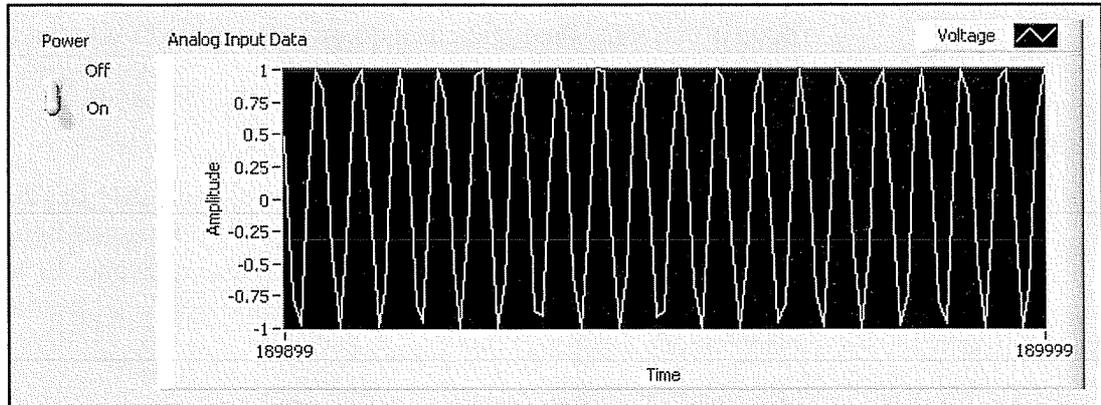

Figura 8-8. Panel frontal del VI Triggered Analog Input
En los siguientes pasos, cree el panel frontal de la figura 8-8.
- Añada las etiquetas libres como en la figura 8-8.